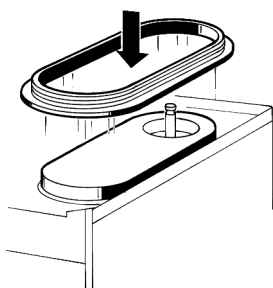

figura 8
**4** Poner la junta al evaporador, de modo que el borde de mayor ancho se quede en contacto con el plano recoge-gotas (ver figura 8).